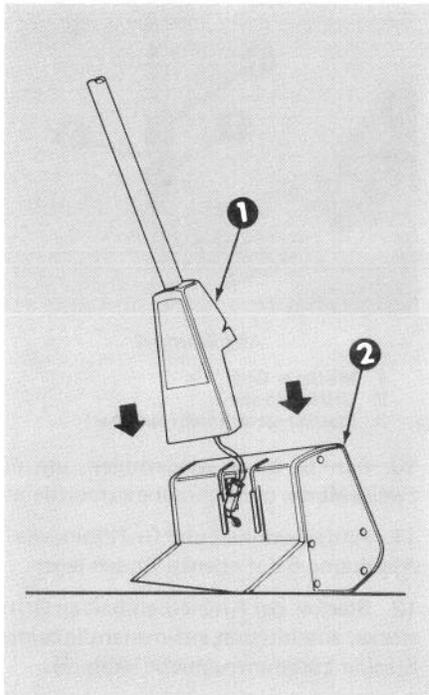

Abbildung 6
13. Antriebseinheit so stellen, dass der Griffholm eingefügt und eingesteckt werden kann (Abb. 6).